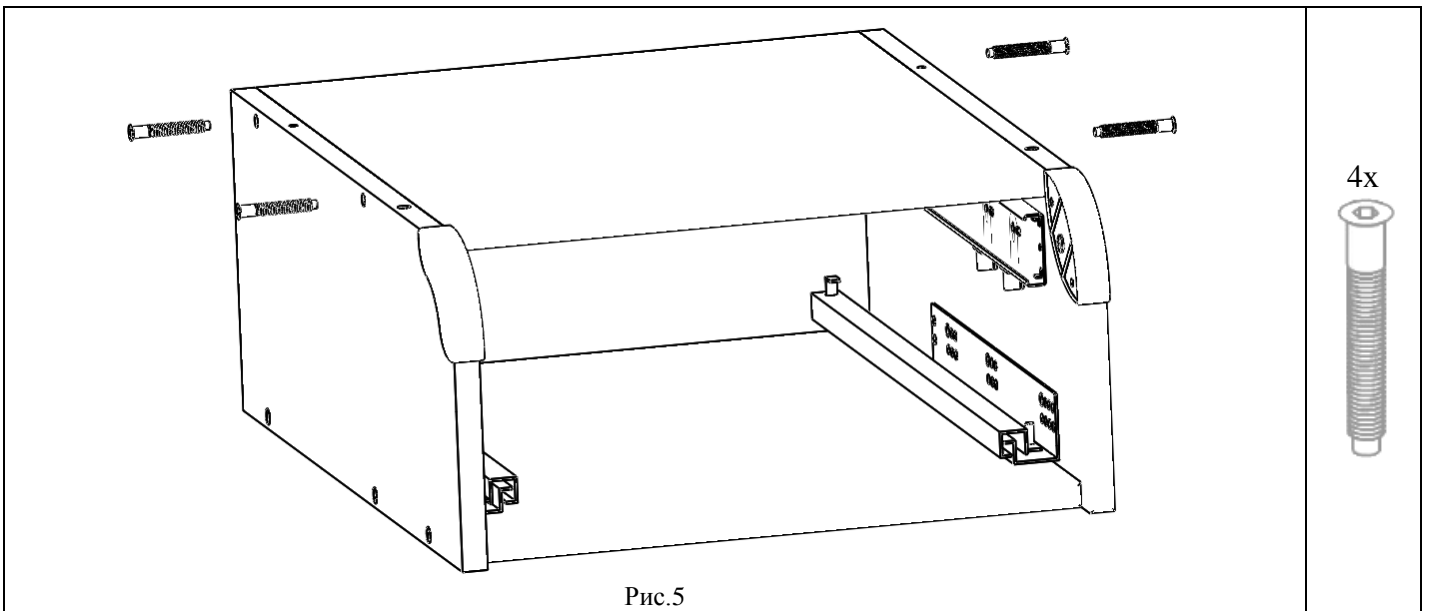

Рис.5
4.1.6. К сборке по п. 4.1.5. прикрутить с помощью винтов конфирмат (поз. 2, пакет № 138) плиту верхнюю (поз.4), см. рис.5.